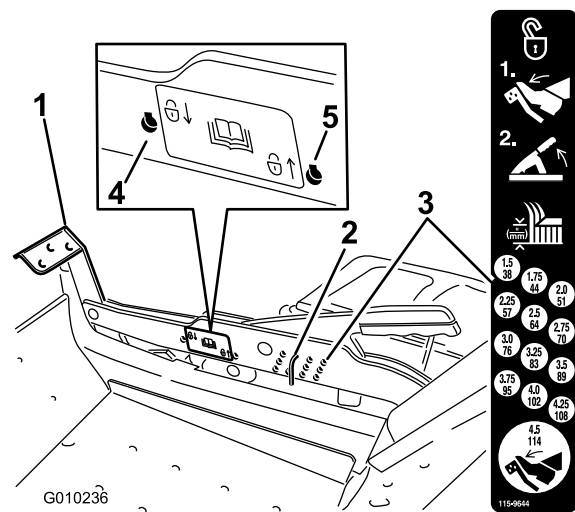

Bild 27
1. Treten Sie mit dem Fuß auf das Mähwerkhubpedal und heben Sie das Mähwerk in die Transportstellung an (auch die Schnitthöhe von 114 mm) (Bild 27).
2. Entfernen Sie den Splint zum Einstellen der Schnitthöhe aus der Schnitthöhenhalterung (Bild 27).
3. Wählen Sie ein Loch in der Schnitthöhenhalterung, das der gewünschten Schnitthöhe entspricht, und stecken Sie den Lastösenbolzen wieder ein (Bild 27).
2. Entfernen Sie den Stift aus der Schnitthöhen-einstellhalterung (Bild 27).
3. Wählen Sie das niedrigere Loch auf dem Arretierungsschild und stecken Sie den Stift ein (Bild 27).
- Wählen Sie das höchste Loch auf dem Arretierungsschild und stecken Sie den Stift ein (Bild 27).